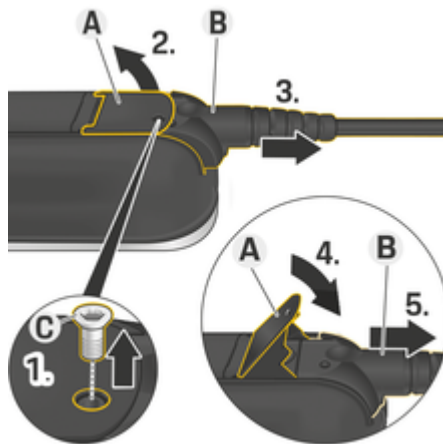

Fig. 59: Débranchement du câble
1. Desserrez la vis **C** (Fig. 59) à l'aide d'un outil approprié.
2. Levez le levier **A** (Fig. 59).
3. Sortez le connecteur **B** (Fig. 59) jusqu'au premier point de résistance.
4. Fermez le levier **A** (Fig. 59).
5. Débranchez entièrement le connecteur **B** (Fig. 59).